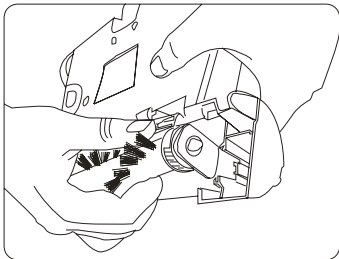

Fig. 15
5. Soulevez le capuchon à l'extrémité de la barre de la brosse pour le sortir de la fente. (Fig. 15)
9. Insérez la barre de la brosse dans la fente. (Fig. 15)